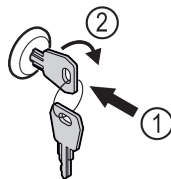

Fig. 194
- Trykk inn nøkkelen. Fig. 194 (1)
- Vri nøkkelen 90° med klokka. Fig. 194 (2)